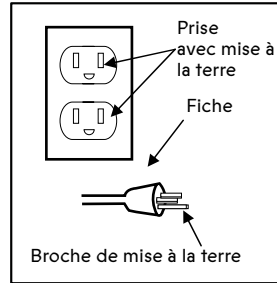

Figure 1
- J. CORDON D'ALIMENTATION :** Ce produit est utilisé sur un circuit nominal de 120 volts et doit être mis à la terre. Un cordon avec une fiche de mise à la terre doit être utilisé. Assurez-vous que le produit est connecté à une prise ayant la même configuration que la fiche (figure 1). Aucun adaptateur ne doit être utilisé avec ce produit.